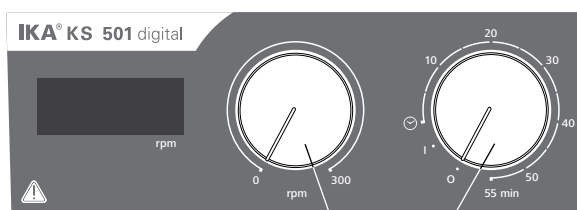

Fig. 3
☞ Iestatiet motora apgriezienu skaitu, izmantojot regulatora pogu **“Apgriezienu skaits” (C)**, skatiet **Fig. 3**. Ierīcei **KS 501 digital** un **HS 501 digital** motora apgriezienu skaitu var iestatīt no 0 līdz 300 rpm.